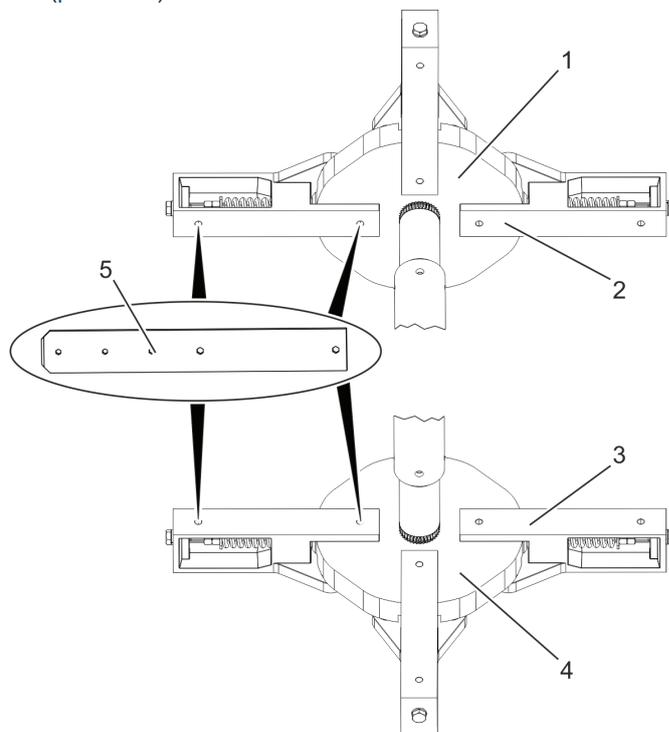

Рис. 81 Крестовина (пример)
20. Установить фитинги створок (4 шт.) (рис. 81/5) на верхнюю и нижнюю крестовины (рис. 81/3 + 4) скошенной кромкой наружу.